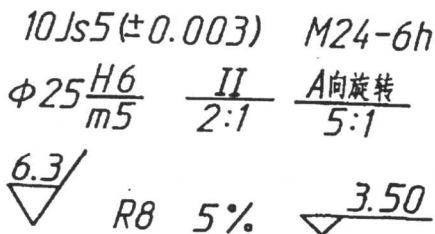

图 1-18 字体示例
(1) 图样中书写的字体必须做到:字体工整、笔画清楚、间隔均匀、排列整齐。
(2) 字体高度(用 h 表示)的尺寸系列为:1.8mm、2.5mm、3.5mm、5mm、7mm、10mm、14mm、20mm,字体的高度即为字体的号数,汉字的高度 h 不应小于 3.5mm;字体的宽度一般为 $h/\sqrt{2}$ 。
(3) 书写汉字时应采用国家正式公布的简化字,并尽可能用长仿宋字。书写长仿宋体字的要领是:横平竖直、注意起落、结构匀称、填满方格。初学者应打格子书写,首先应从总体上分析字形及结构,以便书写时布局恰当。
(4) 字母和数字分 A 型和 B 型两类, 其中 A 型字体的笔画宽度 (d) 为字高的 $\frac{1}{14}$, B 型字体的笔画宽度 (d) 为字高的 $\frac{1}{10}$, 在同一张图样上, 只允许选用一种类型的字体。字母和数字可写成斜体或直体, 一般采用斜体。斜体字的字头向右倾斜, 与水平基准线成 75° 角。综合示例如图 1-18 所示。